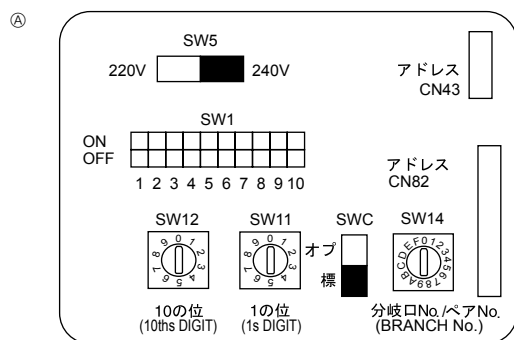

Fig. 7-4
7.5. De aansluitadressen instellen (Fig. 7-4)
④ Adresbord
7.6. De kamertemperatuur oppikken met de ingebouwde sensor in een afstandsbediening (Fig. 7-4)